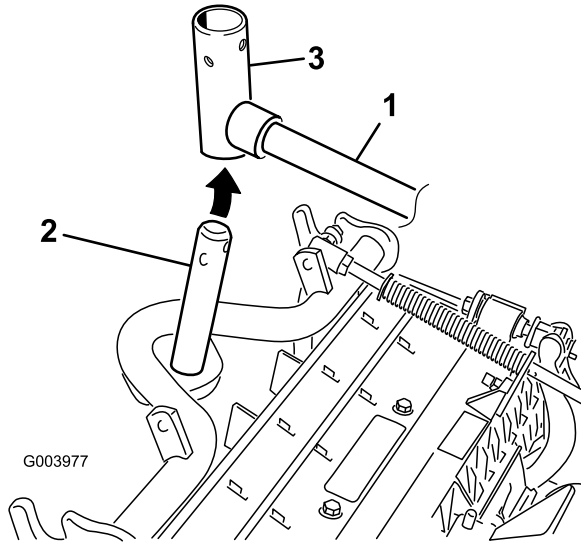

図 11
8. フロントに取り付けるカッティングユニットは、昇降アームの下に入れるときにキャリアフレームのシャフトを立てて昇降アームのピボットヨークに挿入する (図 11)。
- B. 昇降アームのヨークをキャリアフレームのシャフトに通す (図 11)。